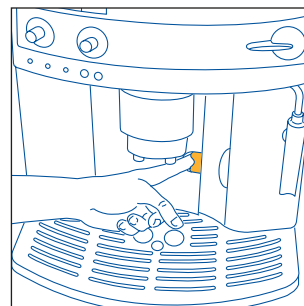
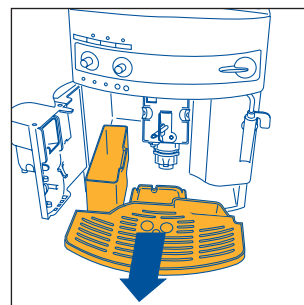

Рис. 15
Рис. 16
ПРИМЕЧАНИЕ 6: кофеварка подсчитывает количество чашек воды, которые были приготовлены. Каждые 14 чашек загорается индикатор 📊, предупреждая, что кассета для кофейной гущи заполнена и ее необходимо вытряхнуть и прочистить. До очистки кассеты для гущи лампа остается горячей, а кофеварка больше не готовит кофе. Для того, чтобы произвести очистку, откройте дверцу для обслуживания, расположенную в нижней части (потянув за специальную ручку, рис. 15), извлеките ванночку для сбора воды, рис. 16, и очистите ее. Тщательно очистите кассету для кофейной гущи, удалив все остатки которые могут находиться на дне. **ОБРАТИТЕ ВНИМАНИЕ:** когда извлекается ванночка для сбора воды, **НЕОБХОДИМО ОБЯЗАТЕЛЬНО** чистить кассету для гущи, даже если она не заполнена. Если эта операция не выполняется, может случиться, что когда будут готовиться последующие порции кофе, кассета переполнится и кофеварка засорится кофе.
- откройте дверцу для обслуживания, рис. 15;
- извлеките ванночку для сбора воды и кассету для гуши, рис. 16 и промойте их;